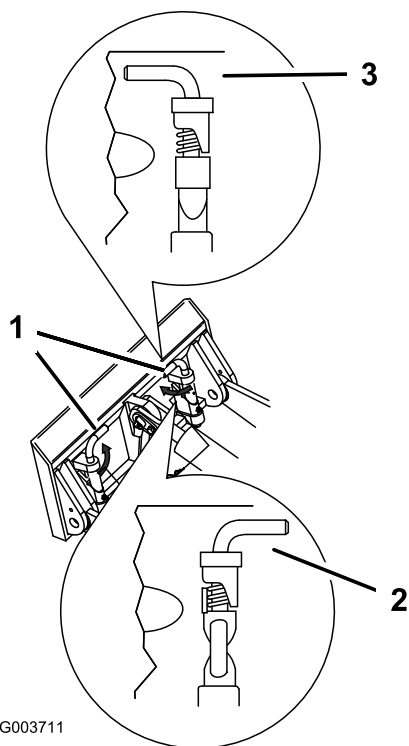

Bild 21
7. Lassen die Schnellbefestigungsstifte eingreifen und stellen Sie sicher, dass sie vollständig in der Befestigungsplatte sitzen (Bild 21).